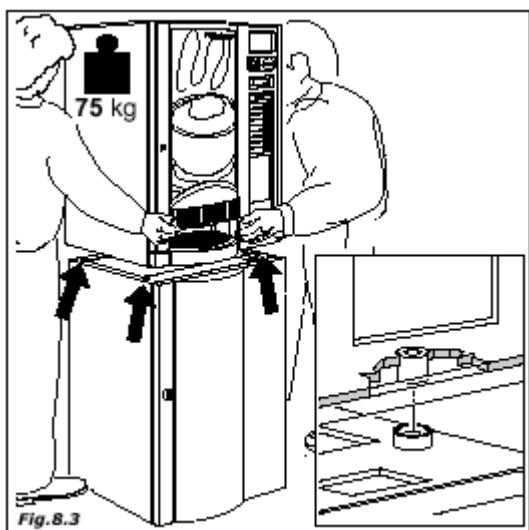

Fig. 8.3
- установите торговый автомат сверху, а затем совместите 4 винтовых отверстия с центровочными буквами (рис. 8.3).